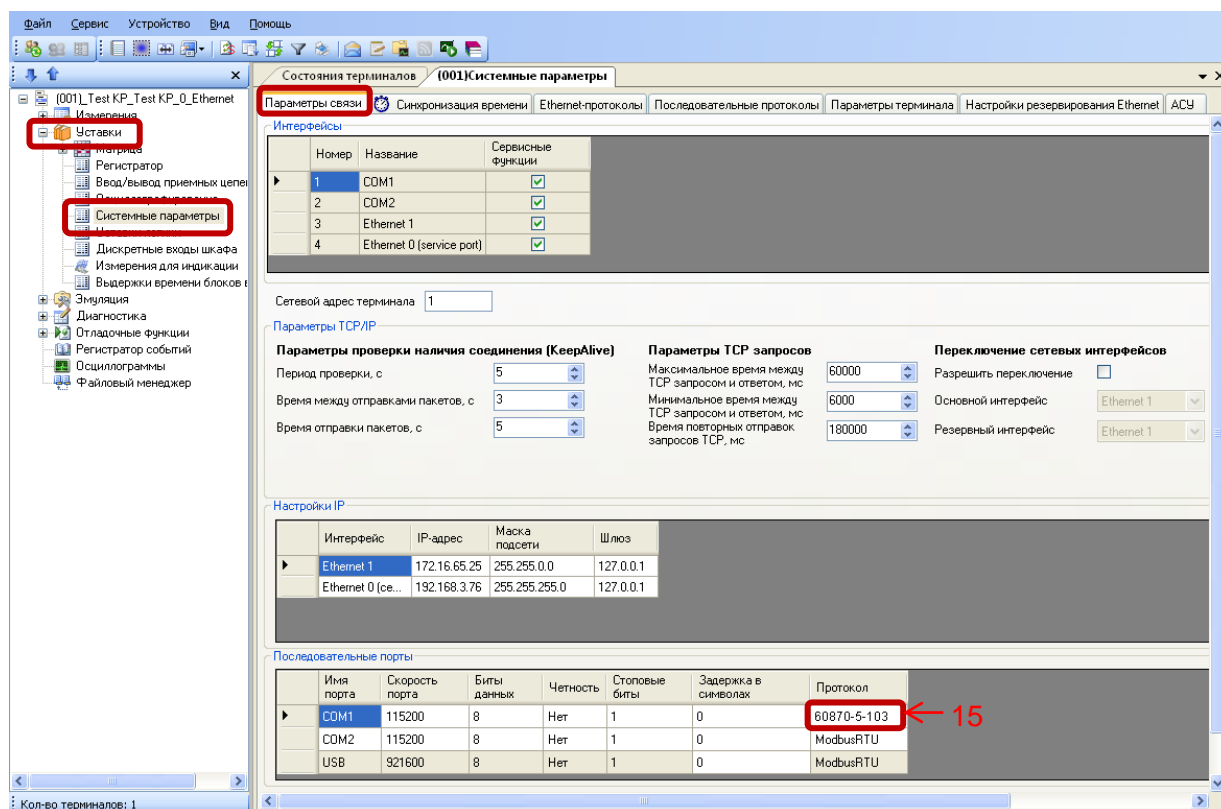

Рисунок 14 – Настройка параметров связи для протокола **МЭК 60870-5-103**
4.1.1 В «дереве» проекта ПО **АРМ-релейщика** выбрать **Уставки** -> **Системные параметры** и открыть окно, дважды щелкнув мышкой на соответствующем пункте «дерева» проекта (см. рисунок 14).
4.1.4 На вкладке **Параметры связи** для соответствующего последовательного интерфейса в разделе **Последовательные порты** выбрать протокол **МЭК 60870-5-103** (см. рисунок 14, обозначение 15).